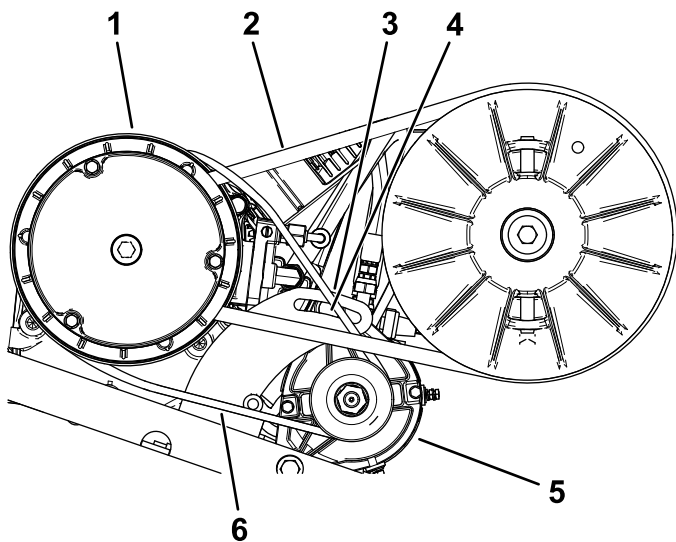

Figure 67
2. Desserrez l'écrou de pivot de l'alternateur (Figure 67).
4. Appuyez sur le levier pour faire pivoter le démarreur vers le bas dans la fente jusqu'à ce que la tension de la courroie produise une flèche de seulement 6 mm (¼ po) quand une force de 44 N·m (10 pi-lb) est appliquée (Figure 67).
5. Serrez l'écrou de pivot à la main et enlevez le levier (Figure 67).